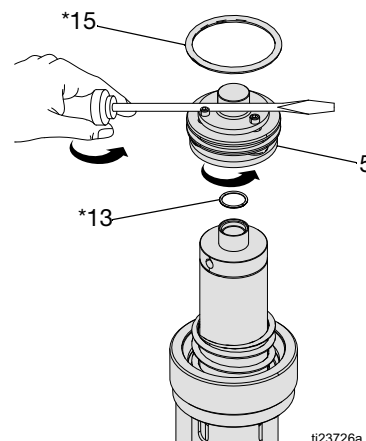

FIG. 12: Luftventil för serie B
4. **Motorer i serie B (och senare):** Skruva av luftventilen (5). Om hjälp krävs vid vändning, kila fast ett skruvmejselblad mellan skruvhuvudena och sexkanthuvudet på luftventilen (5). Inspektera om skador finns på o-ringar (13* och 15*) och ersätt om nödvändigt. Kontrollera att o-ring (13*) är korrekt positionerad och inte klämd. Se FIG. 12.
OBS! Se **Reparera luftmotor**, sidan 15, steg 4 och steg 5 (FIG. 12) gällande speciella kommentarer för återmontering.